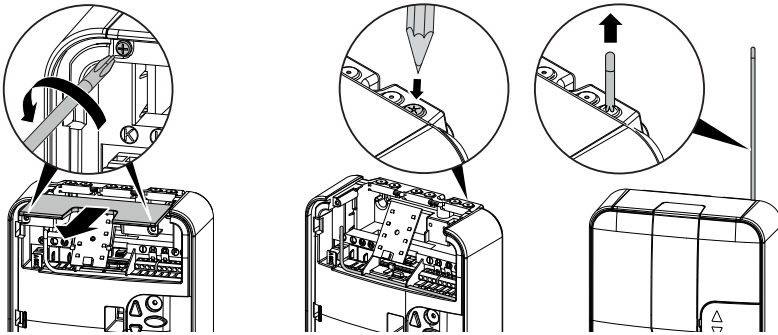

Abb. 4-5 Antenne verlegen
2. Stellen Sie sicher, dass die Antenne korrekt positioniert ist (Abb. 4-5, Seite 17).